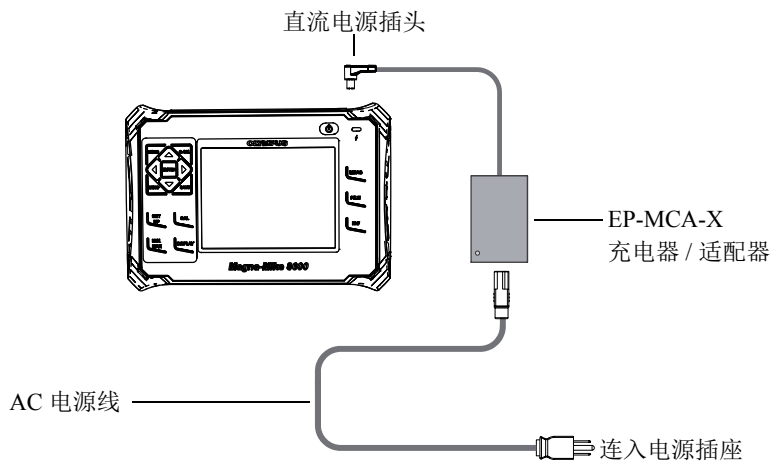

图 1-8 连接充电器 / 适配器
1. 将 AC 电源线的一端连接到充电器 / 适配器，另一端连接到适当的电源插座（参见第 24 页的图 1-8）。